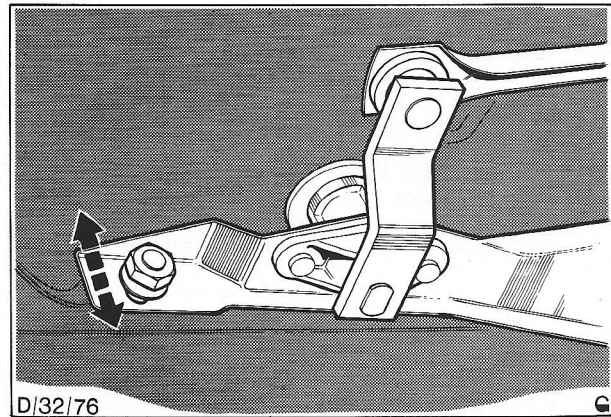

Fig. 37. Afstellen van steun voor achterste wissermotor
9. Monteer de wissermotor met steun aan de achterklep en sluit de bedrading weer aan. De stand van de steun kan men zonodig wijzigen zoals aangegeven met de pijl in fig. 37, om de juiste uitlijning te verkrijgen en mogelijke waterlekage te voorkomen.